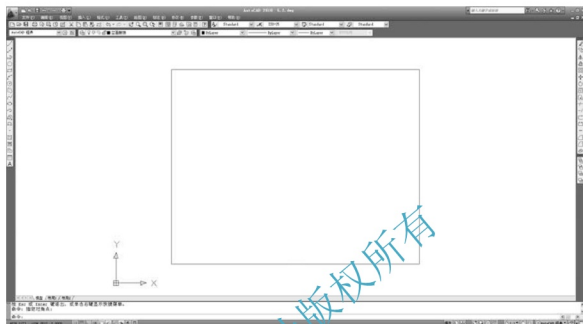

图 5.3 调整视图
④ 用【实时缩放】命令  将视图调整到如图 5.3 所示的状态。